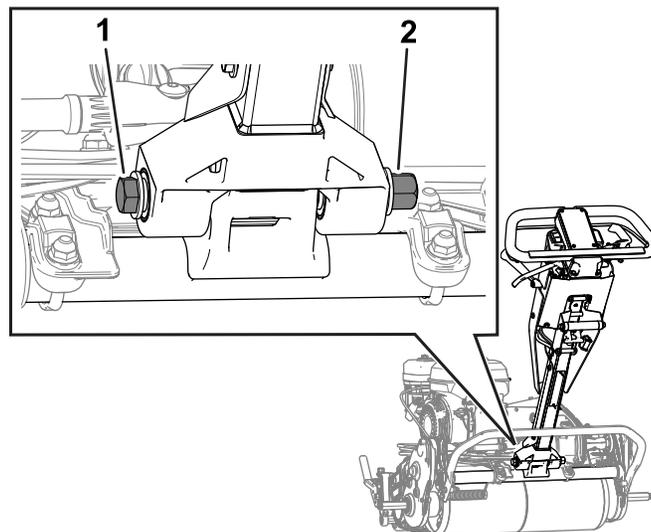

Figure 43
2. Desserrez le boulon et l'écrou comme montré à la Figure 43.